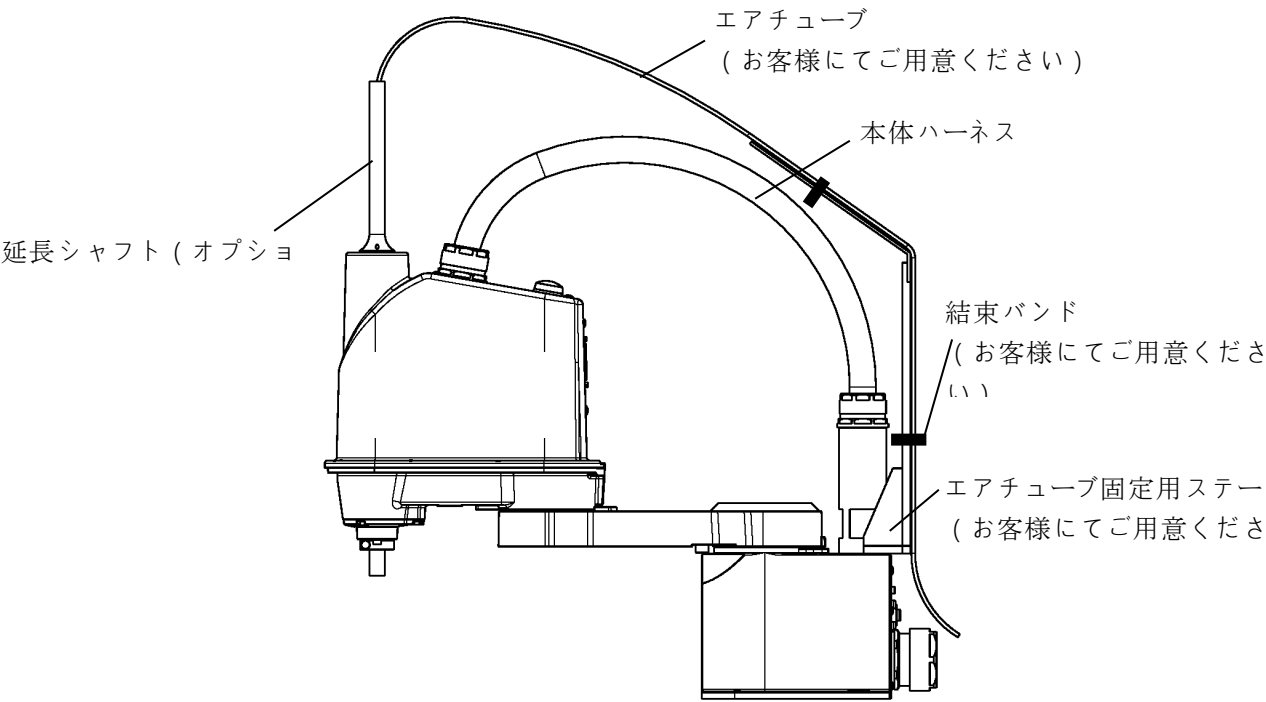

図 4.4 ハンド用エア配管配線例
ハンド用エア配管は、お客様ご自身で取付けていただきます。図 4.4にハンド用エア配管の取付例を示しますので参考にしてください。
- ・図 4.4に示したものは配管例であり、エアチューブの破損を保障するものではありませんのでご注意ください。